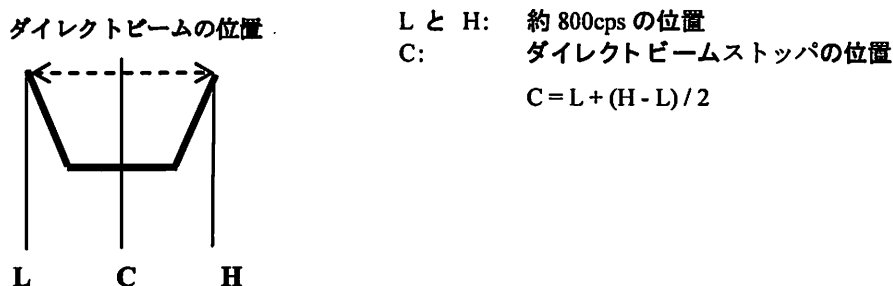

図.8.23 ダイレクトビームストップの位置
レートメータの読みが約 800 cps の位置をそれぞれ記録します。その中心位置をダイレクトビームストップの位置とします（図 8.23 を参照）。
8. ダイレクトビームストップケース部の上下調整つまみおよび左右調整つまみでダイレクトビームストップの位置を調整します（図 8.23 を参照）。